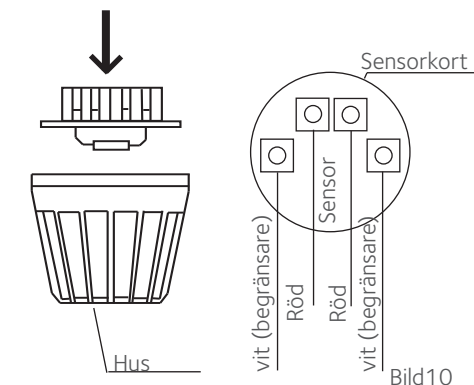

Bild 10
4. Kläm fast ledningarna för begränsaren (vit) och temperatursensorn (röd) enligt bild 10 på sensorkortet. Haka sedan i sensorkortet i huset.